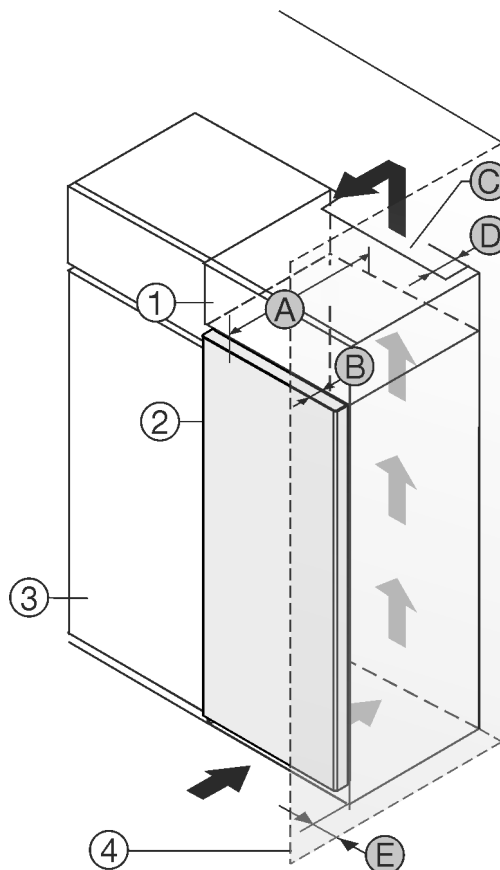

Fig. 1
- (1) Nadstavná skrinka *
- (2) Zariadenie *
- (3) Kuchynská skriňa *
- (4) Stena *
- (A) Hĺbka zariadenia *
- (B) Hĺbka dverí *
- (C) Prierez vetracieho otvoru *
- (D) Vzdialenosť zadnej strany zariadenia *
- (E) Vzdialenosť od boku zariadenia *
Zariadenie môžete inštalovať priamo vedľa kuchynskej skrine Fig. 1 (3)*.
Na zadnej strane nadstavnej skrine musí byť vetracia šachta s hĺbkou Fig. 1 (D) cez celú šírku nadstavnej skrine.*
Pod stropom miestnosti sa musí dodržať prierez vetracieho otvoru Fig. 1 (C)*.
Ak zariadenie nainštalujete so závesmi vedľa steny Fig. 1 (4), tak vzdialenosť medzi zariadením a stenou musí byť minimálne 13 mm.*
Aby ste mohli dvere úplne otvoriť, zariadenie musí vyčnievať o hĺbku dverí Fig. 1 (B) prednej časti kuchynskej skrine. V závislosti od hĺbky kuchynských skríň Fig. 1 (3) a použitia dištančných držiakov na stenu môže zariadenie prečnievať ešte viac.*